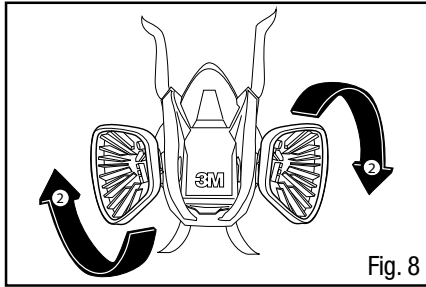

Fig. 8
2. Gire o adaptador 1/4 de volta no sentido horário até parar. Para remover o adaptador, gire 1/4 de volta no sentido anti-horário (Fig. 8).